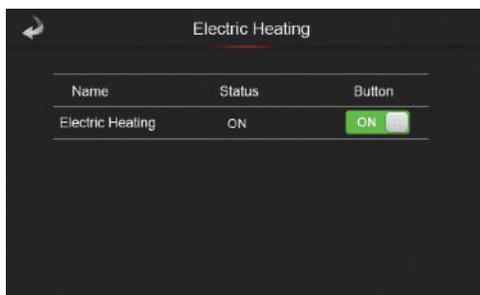

Рис. 18-1 Інтерфейс електронагрівання
В інтерфейсі налаштувань (Мал. 10), коли внизу (38) відображається «OFF Electric Heating», спочатку переконайтеся, що пристрій працює в режимі опалення, потім натисніть кнопку "Electric Heating" (38), щоб перейти до інтерфейсу "Electric Heating" (рис. 18-1). Натисніть кнопку увімкнення і активується режим додаткового електронагрівання; коли пристрій працює в режимі додаткового електронагрівання, вимкніть функцію електричного нагріву, виконавши ті самі дії.